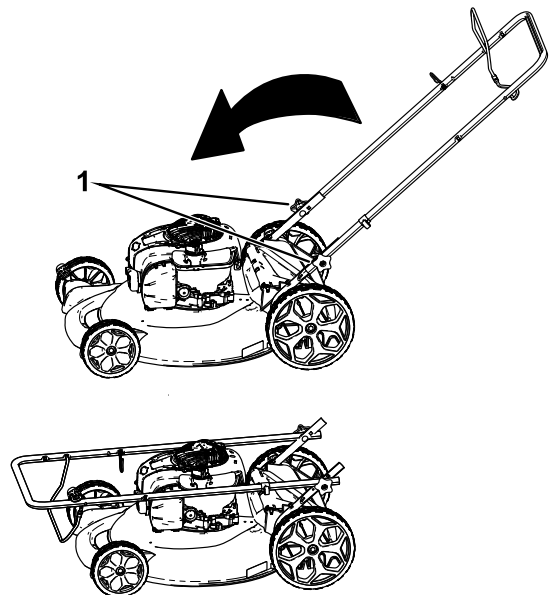

Figure 15
2. Desserrez les boutons du guidon jusqu'à ce que le guidon bouge librement (Figure 15).
1. Bouton du guidon (2)
3. Rabattez le guidon en avant comme indiqué à la Figure 15.